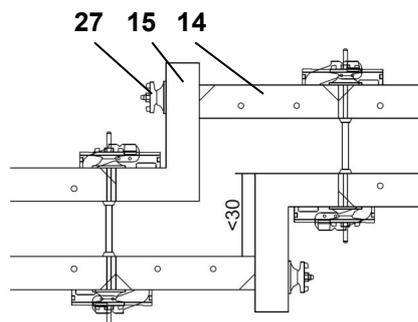

Рис. 38
- Элемент TRIO MR 50 (14)
- Внутренний угол TRIO TE/R(L)-MR (15)
- Гайка-шайба и болт для колонн (27)
- (Рис. 38)